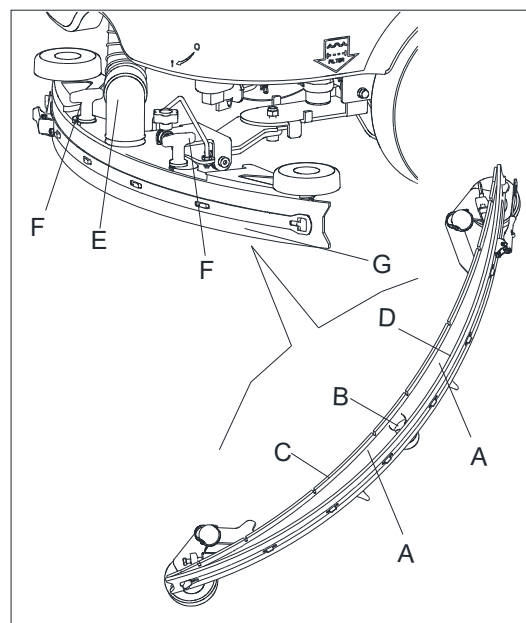

Рисунок 21
3. Нажмите переключатель вакуумной системы (С, Рисунок 21), чтобы опустить резиновый скребок (G, Рисунок 21).
4. Ослабьте кнопки (F, Рисунок 21) и извлеките швабру.
5. Отсоедините вакуумный шланг (Е, Рисунок 21) от швабры.
6. Очистите стальную или алюминиевую швабру (Рисунок 21). Очистите отсеки (А) и отверстие (В) особенно. Проверьте переднюю лопасть (С) и заднюю лопасть (D) на целостность, на отсутствие порезов и разрывов; при необходимости замените их (смотрите процедуру в следующем параграфе).